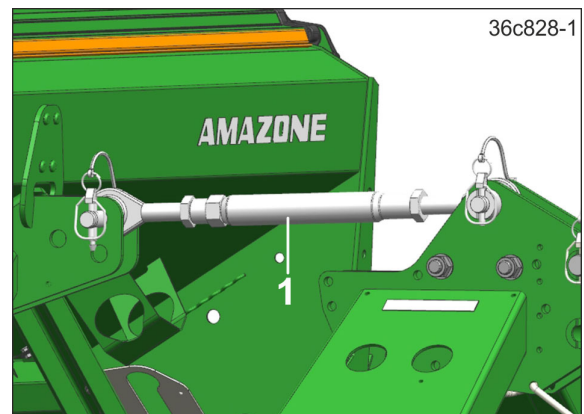

Рис. 98
12. Выверните насадную сеялку, отрегулировав верхнюю тягу (Рис. 98/1). Закрепите верхнюю тягу (контргайка).